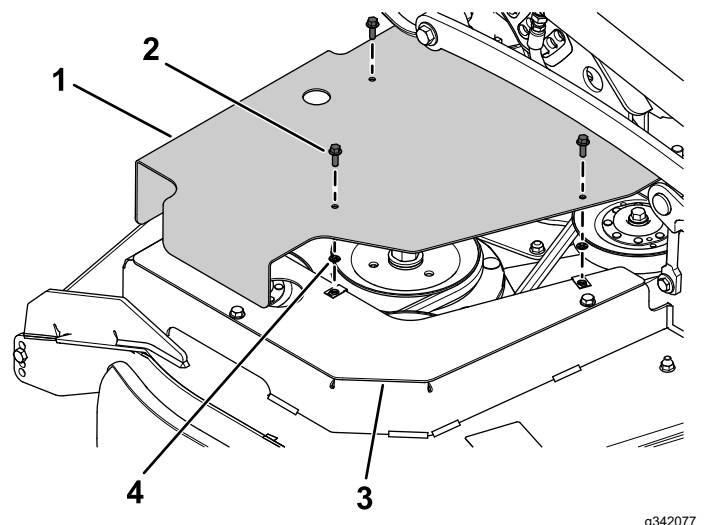

Figura 5
3. En el lado derecho, sujete el protector de las poleas al soporte de montaje del protector de las poleas usando 3 pernos con arandela prensada ($\frac{1}{4}$ " x $\frac{3}{4}$ ") y 3 tuercas rápidas (Figura 5).